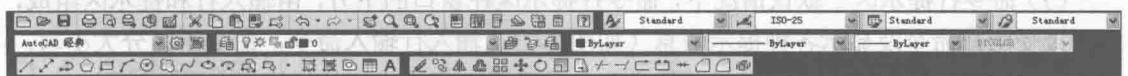

图 2-4 常见工具栏
(3) 工具栏 工具栏是各类操作命令形象直观的显示形式，工具栏是由一些图标组成的工具按钮的长条，单击工具栏中的相应按钮即可启动命令。工具栏上的命令在菜单栏中都能找到，工具栏只是显示最常用的一些命令。图 2-4 显示了“AutoCAD 经典”工作空间常见的工具栏。